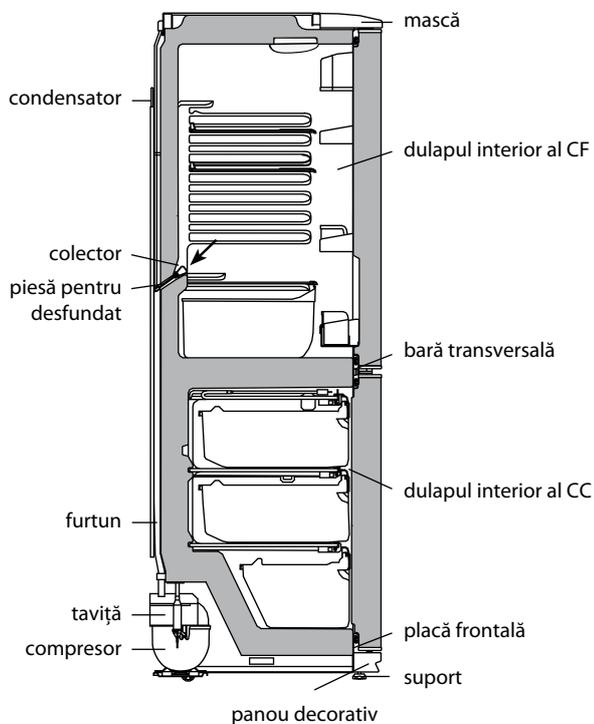

Figura 4 – Schema scurgerii apei rezultate în urma topirii din CF
2.2.1 În CF se folosește un sistem automat de dezghețare. Bruma, care apare pe perețele din spate al CF, după deconectarea compresorului care lucrează în ciclu, se topește și se transformă în picături de apă. Picăturile de apă rezultată în urma topirii se scurg în colector, apoi prin gaura acestuia și prin furtun – în tavița de pe compresor, în conformitate cu figura 4 și se evaporă. Gaura colectorului este dotată cu o piesă pentru prevenirea înfundării sistemului de drenaj.
Prezența apei în colector indică înfundarea sistemului de drenaj. Pentru eliminarea înfundării folosiți piesa corespunzătoare și curățați gaura colectorului, astfel ca apa să se scurgă liber în taviță, apoi spălați piesa și instalați-o în conformitate cu figura 4.
SE INTERZICE să utilizați frigiderul cu sistemul de scurgere înfundat. Apa care a apărut pe fundul CF sau care a ajuns în locul de alăturare a barei transversale și a dulapului interior al CF, în conformitate cu figura 4, poate provoca coroziunea dulapului exterior al frigiderului și elementelor agregatului frigorific, defectarea izolației termice, formarea crăpăturilor dulapului interior și defecțiunea frigiderului.
SE INTERZICE să decongelați congelatorul fără utilizarea elementului pentru drenare. Apa rezultată în urma topirii care se scurge din cameră afară de elementul pentru drenare, pătrunzând în locul de alăturare a plăcii frontale la dulapul interior în conformitate cu figura 4, poate